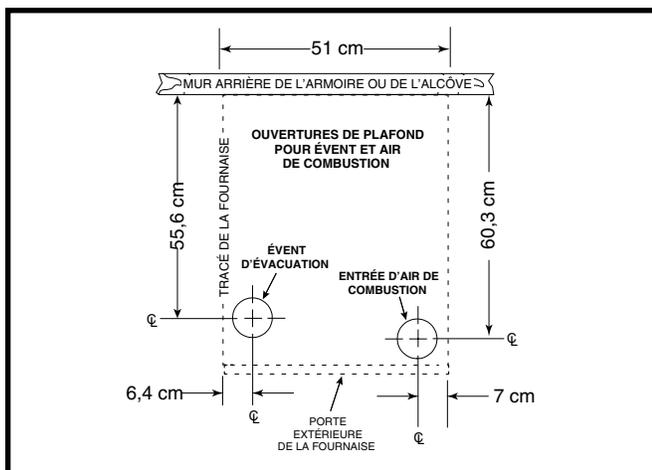

Figure 10. Dimensions de l'ouverture de plafond
REMARQUE IMPORTANTE : Les ouvertures dans le plafond et le toit doivent être positionnées soigneusement pour prévenir les erreurs d'alignement entre la fournaise, les conduits d'air de combustion et les conduits d'évacuation. Voyez la Figure 10.
- En utilisant les lignes centrales comme point de départ, tracez le reste du trou pour les conduits en fonction des dimensions montrées à la Figure 10.